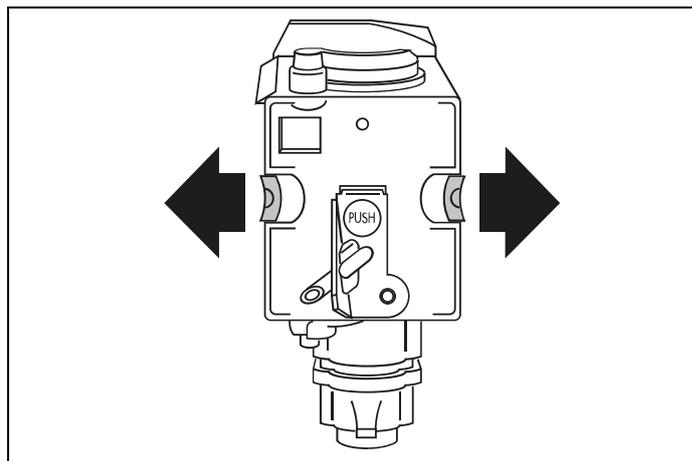

Fig. 51
- 1) Une fois inséré, assurez-vous que les deux boutons de déverrouillage colorés sont sortis (Fig. 51).